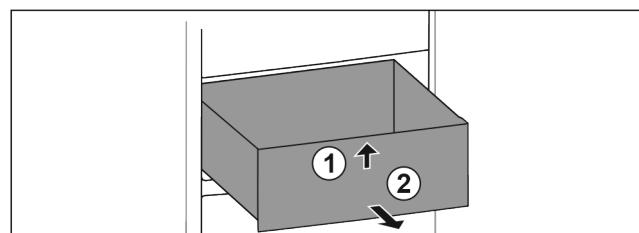

Fig. 13
- Nadvhynite ju dopredu Fig. 13 (1).
- Odoberte ju dopredu Fig. 13 (2).